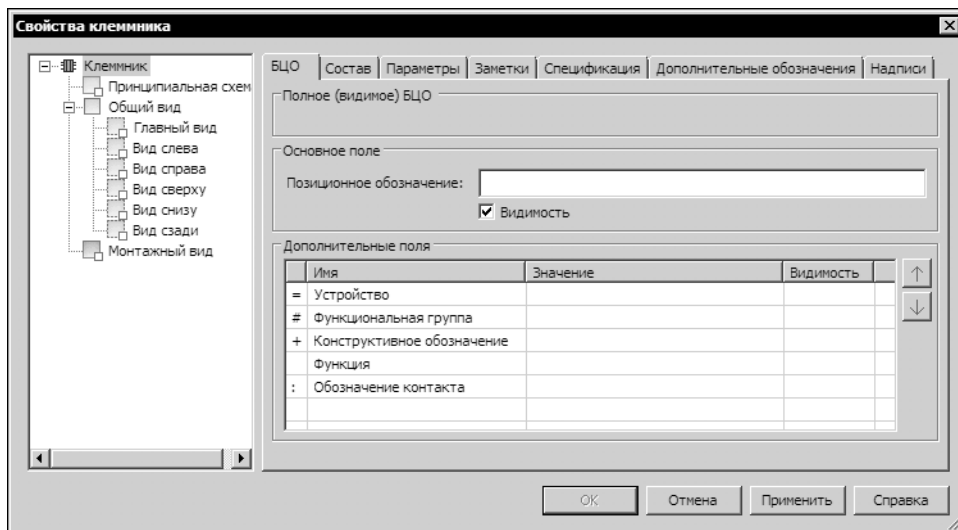

Рис. 21.15. Диалог свойств клеммника
На экране появится диалог **Свойства клеммника** (рис. 21.15).
3. Сначала необходимо ввести буквенно-цифровое обозначение (БЦО) клеммника. Его ввод осуществляется в диалоге свойств на уровне **Клеммник** во вкладке **БЦО** (см. рис. 21.15, табл. 21.19 на с. 350).
На этом уровне в диалоге свойств (рис. 21.15) можно определить состав клеммника, задать или отредактировать параметры, посмотреть и отредактировать общие свойства клеммника.